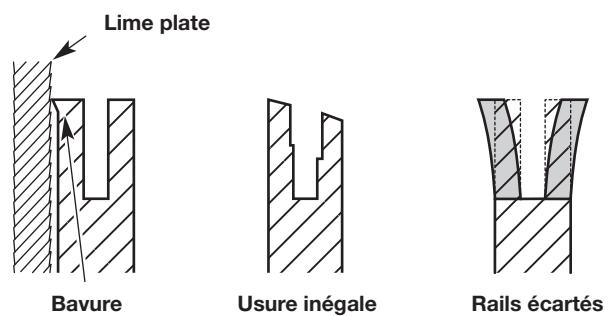

Fig. 40
3. Vérifiez fréquemment la tige de guidage afin d'y déceler des signes de dommages (Fig. 40). L'usure irrégulière et l'ébarbage des rails de guidage (les nervures de chaque côté de la rainure de la tige) sont des processus normaux d'usure de la tige de guidage. Ces défauts doivent être limités dès qu'ils se produisent (Fig. 40). Une tige de guidage avec les défauts suivants doit être remplacée :